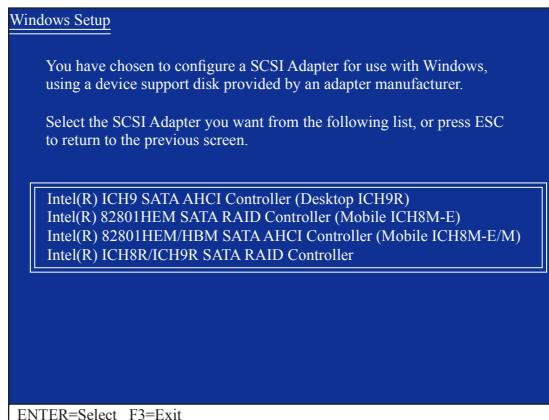

図 3
セットアップがフロッピーディスクの Intel ICH9R SATA RAID/AHCI ドライバを正しく識別したら、以下の図 3 のようなコントローラメニューが表示されます。矢印キーを使用して、表示されたアイテムを 1 つ選択し、<Enter> を押します。BIOS セットアップの **SATA RAID/AHCI Mode** アイテムを RAID モードに設定したら、**Intel(R) ICH8R/ICH9 SATA RAID Controller (Desktop ICH9R)** を選択します。(AHCI モードの場合、**Intel(R) ICH9 SATA AHCI Controller (Desktop ICH9R)** を選択します)。